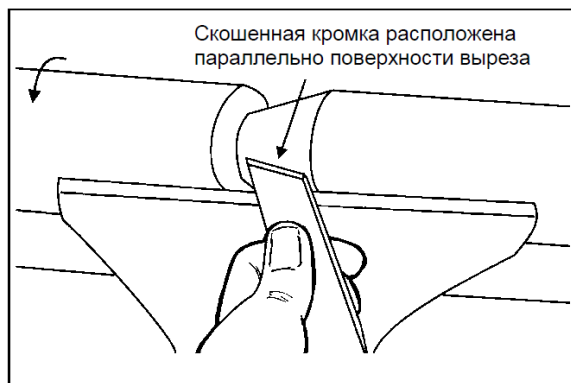

Рис. 10-8: "V"-образный вырез
4. Обработайте скошенной кромкой правую половину выреза, поднимите рукоятку резца и заглубите резец в заготовку на требуемую глубину, как показано на Рис. 10-8.